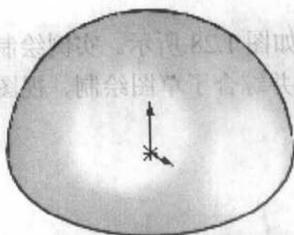
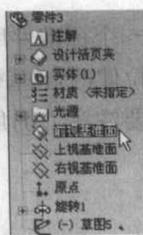

图 1.23 半球体
图 1.24 视图面选择
(10) 参数修改完后, 单击 确定修改, 生成如图 1.23 所示的实体。
(11) 单击特征工具栏上的旋转切除按钮 .
(12) 单击左窗格中的 按钮, 左窗格中出现如图 1.24 所示的设计树, 单击【前视基准面】, 再单击视图工具栏中的“正视于” 按钮, 零件旋转, 以使所选模型面变为正视。